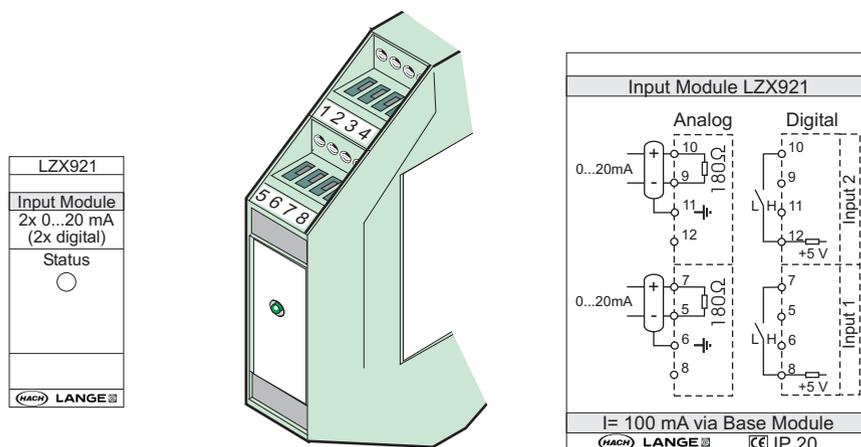

Figura 79 Modulo input esterno
3. Creare le connessioni appropriate nel modo descritto in Figura 79 e Tabella 52.